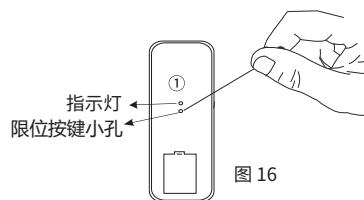
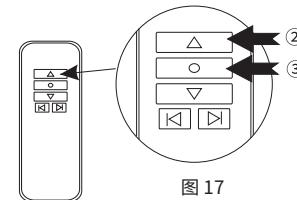

图 16
图 17
- 用一根小回形针或小圆针,插入控器背面“限位按键小孔”(如图16),按1下,红蓝色发光二极管点亮,再按1下遥控器“上行键”,此时,待升降架上升到合适的位置后按1下遥控器“停止键”(如图17),再按1下遥控器背面“限位按键小孔”按键,红蓝发光二极管熄灭,此时升降架上下运一下,升降架电子上限位设置完成。